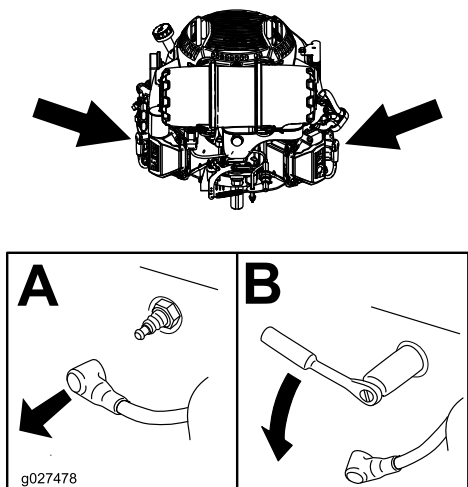

Figura 35
3. Localize e retire a(s) vela(s) de ignição como se mostra em Figura 35.